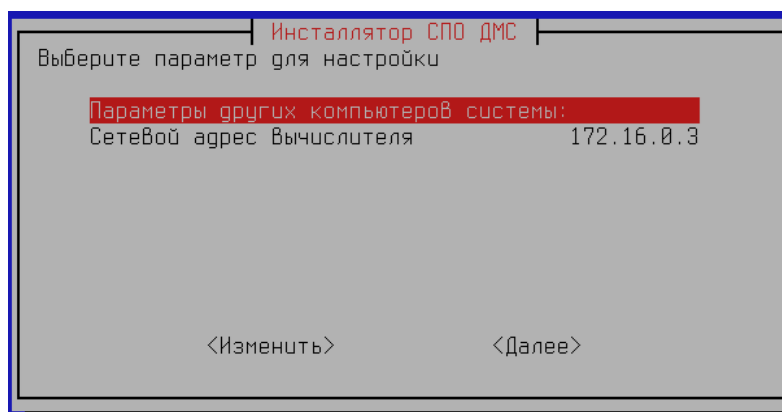

Рисунок 21 — Установка IP-адреса вычислителя
2) Если при наличии функции сервера баз данных АРМ-О не конфигурируется с функцией вычислителя, а также при установке СПО дополнительного АРМ-О, необходимо указать IP-адрес сервера оборудования (вычислителя) (Рисунок 21):